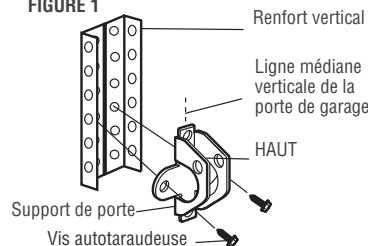

FIGURE 2
- Dans l'alternative, utilisez deux boulons de 5/16 po - 18 x 2 po, des rondelles d'arrêt et des écrous (non fournis). (Figure 2)